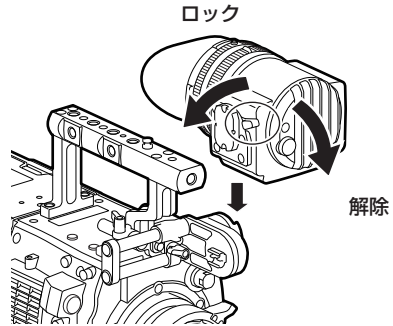

図 2
- 2** スライダーユニットに、ビューファインダー本体のプレートを上方よりスライドさせる。（図 2）ビューファインダーのロックレバーは前方に倒して解除しておいてください。